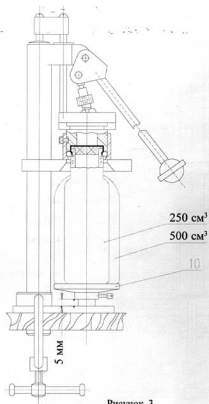

Рисунок 3
4.8. Для укупорки бутылок высотой 160 мм (емкость 250 и 500 см3 - без буртиков) необходимо подставку 10, вращая против часовой стрелки, поднять на 5 мм (см. рисунок 3), остальные рабочие действия указаны выше.